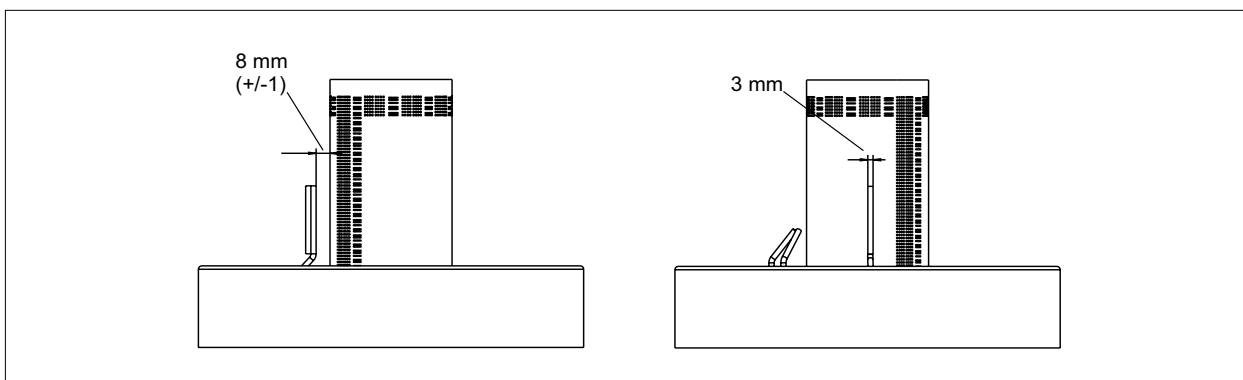

Fig. 6.4 Distancias del electrodo de ionización
- ▶ Comprobar distancias Fig. 6.4.